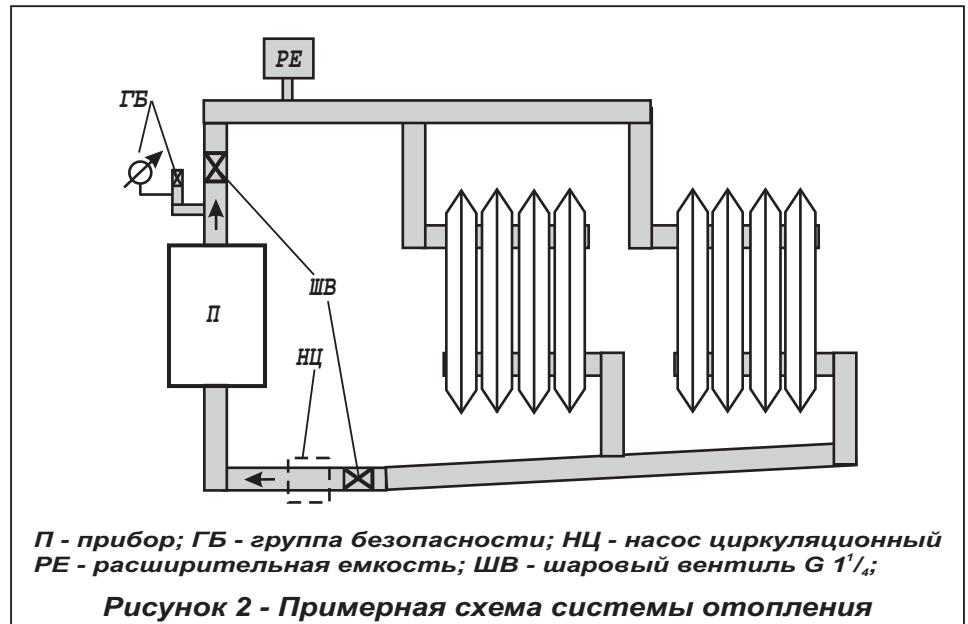

Рисунок 2 - Примерная схема системы отопления
- 28 Казань, "ТатГазСельКомплект", тел. (843) 55-77-971, 55-77-977
- 35 Краснодар, "Аква-Юг", тел. (861) 274-59-00, 274-62-02
- 36 Краснодар, "Пайп-Мэн", тел. (861) 274-22-88
- 37 Краснодар, "СанТехСервис", тел. (861) 262-46-80, 210-36-09
**5.9** *Внимание!* При эксплуатации прибора запрещается полностью или частично перекрывать шаровые вентили на входе и выходе из котла (см. рисунок 2).